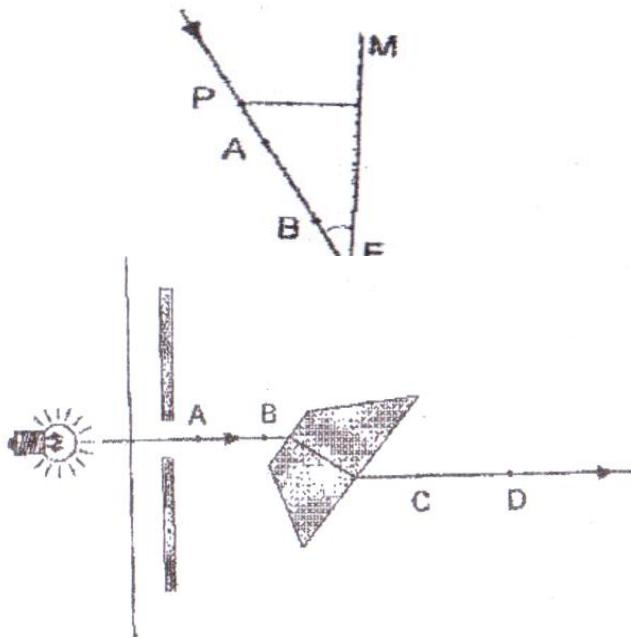

Рис. 1. Установка
- Для построения хода луча внутри пластины сделайте на листе бумаги две отметки на падающем на пластину луче и луче, вышедшем из пластины (точки A, B, C и D) на (см. рис. 1).